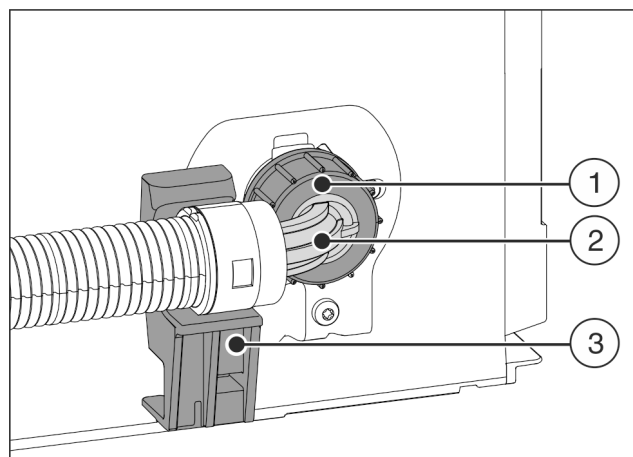

Fig. 23
- ▶ Anbring den afviklede slangeende Fig. 23 (2) vandret på holderen Fig. 23 (3) og hold den fast.
- ▶ Skru møtrikken Fig. 23 (1) på gevindet med hånden, indtil den sidder fast.